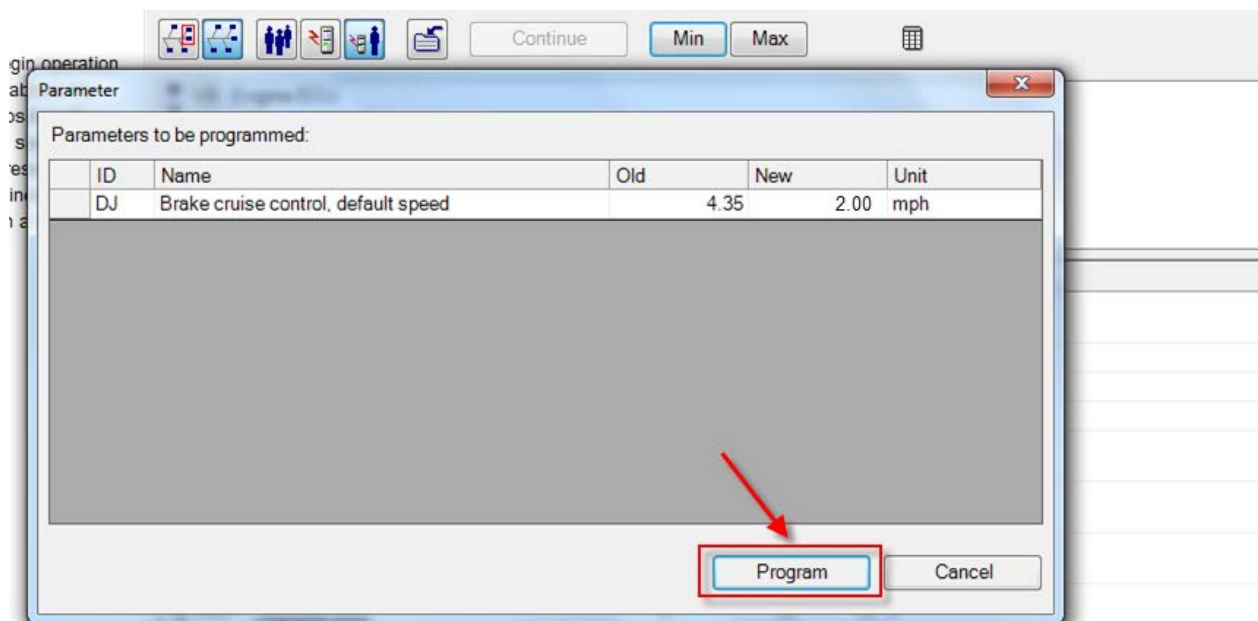

FIGURE 35
7. Cliquez sur PROGRAM (FIGURE 35).